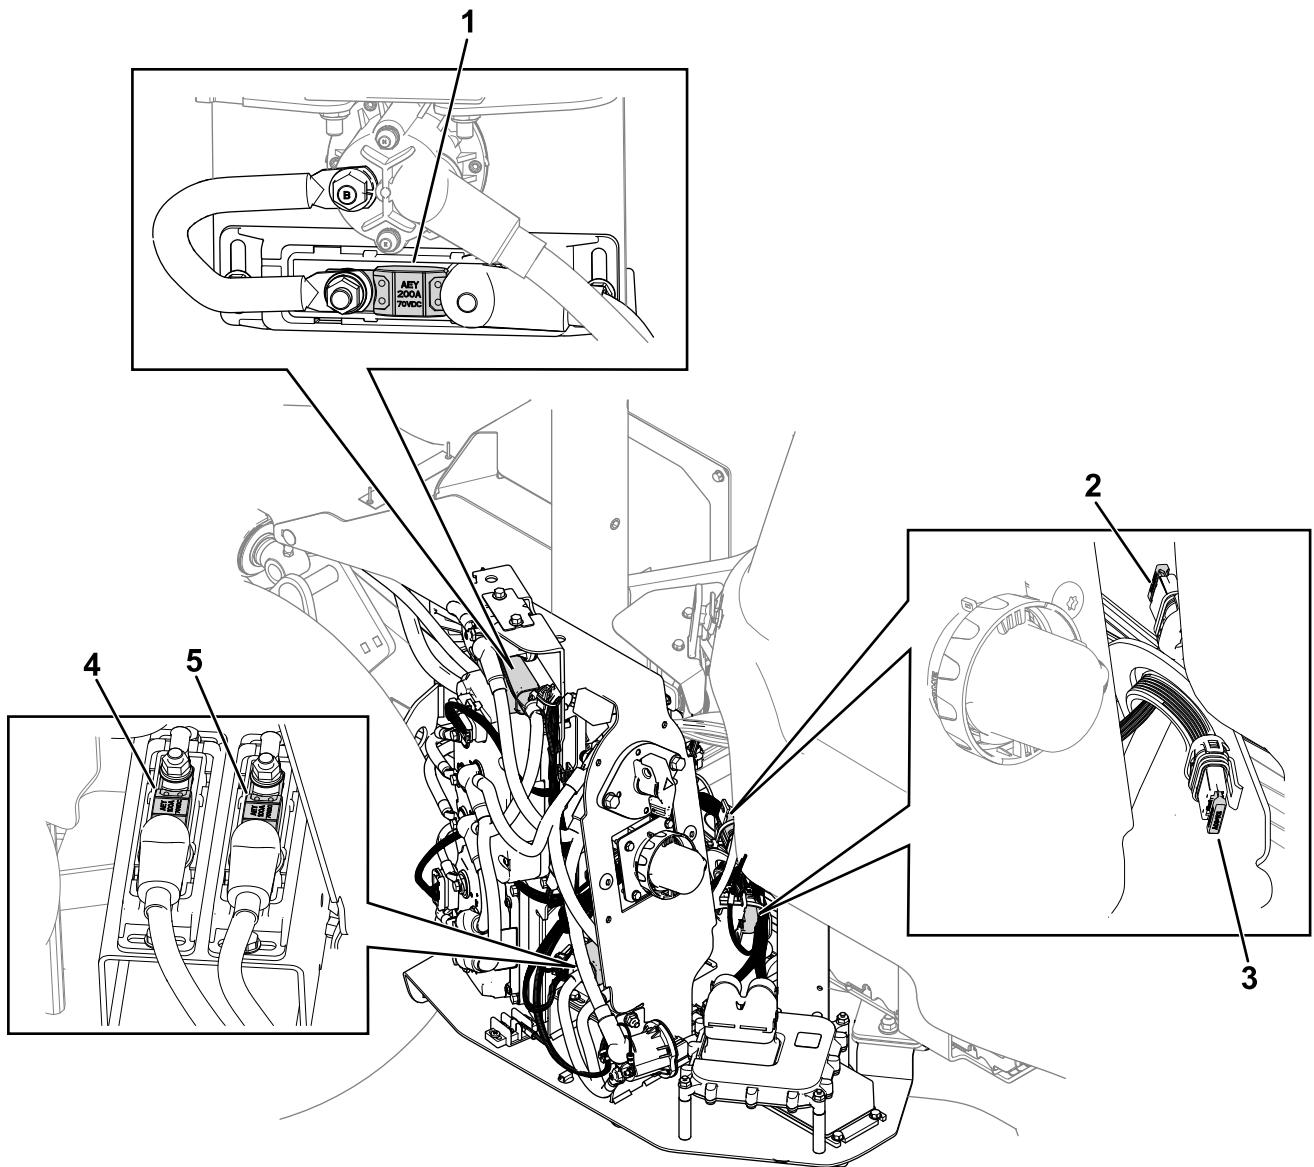

Figure 50
- Déposez le carénage sur le côté gauche de la machine (Figure 49) pour localiser les fusibles (Figure 50).